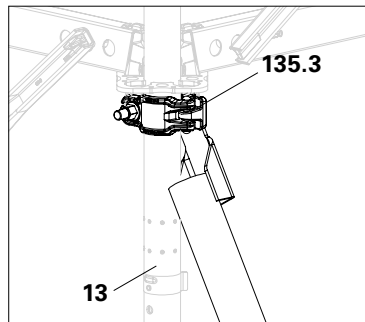

Abb. A15.04a
2. Von sicherem Arbeitsplatz aus die obere Kupplung (135.3) am Vertikalstiel (12) montieren. Kupplung so dicht wie möglich an die Rosette hebenschieben und anziehen. (Abb. A15.04a)